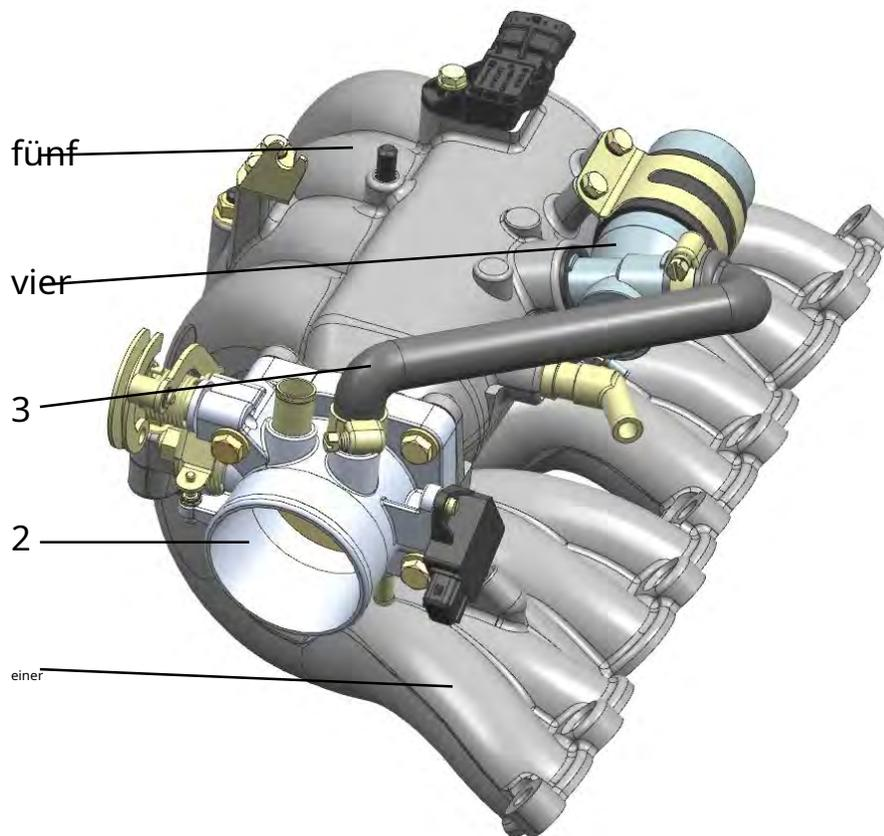

Abb. 39. Ansaugsystem:
**Luftansaugsystem** (Abb. 39) besteht aus Zulaufrohr 1 und Sammler 5, aus einer Aluminiumlegierung gegossen, Drossel 2, Leerlaufregler 4 mit Schlauch 3. Die geometrischen Parameter des Systems ermöglichen eine gasdynamische Motordruckbeaufschlagung - eine Verbesserung der Füllung der Motorzylinder im Modus mit maximalem Drehmoment.